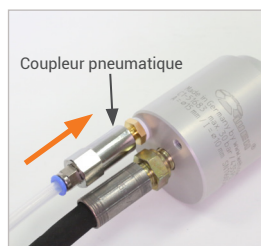

Figure 3
- ▶ Insérez le coupleur pneumatique (Pos. 4) sur la soupape pilote / soupape de purge (Pos. 3) et maintenez le coupleur en position insérée (Figure 3). L'insertion du coupleur pneumatique permet de donner une brève impulsion de pression sur la soupape pilote / soupape de purge. Les joints frontaux élastiques (Pos. 7) sont comprimés et le connecteur établit une connexion étanche.